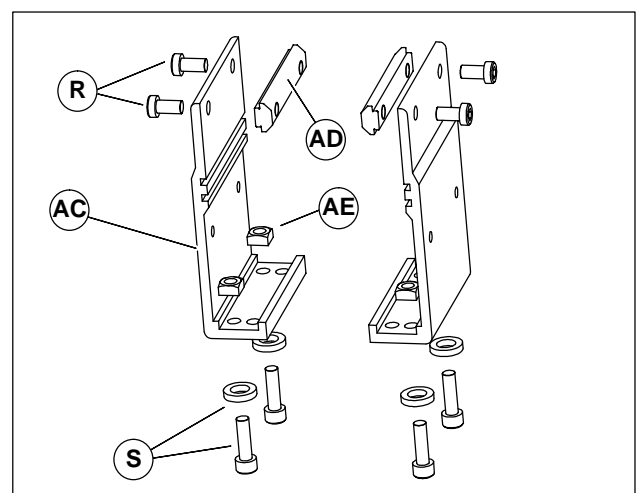
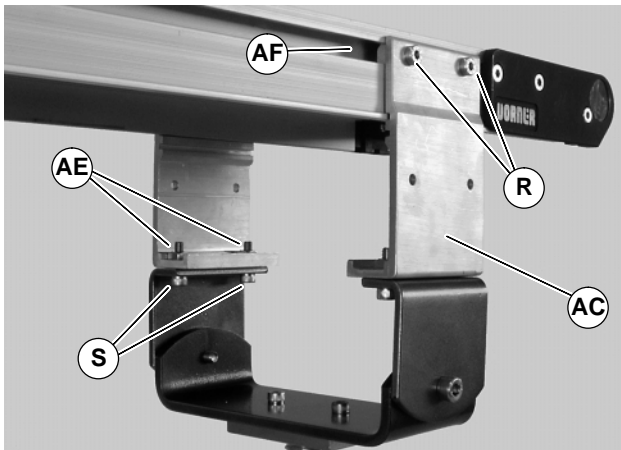

Figure 19
Figure 20
- Bauteile zusammentragen (Abbildung 19).
- Schrauben (R u. S siehe Abbildung 19), Muttern (AE) und Nutensteine (AD) von den Trägern (AC) entfernen.
- Nutensteine (AD siehe Abbildung 19) in die Seitenschlitze (AF siehe Abbildung 20) am Förderband einsetzen. Installationsträger (AC) mit Montageschrauben (R) am Förderband befestigen.
- Träger an den Stand mit Montageschrauben, Unterlegscheiben (S siehe Abbildung 20) und Muttern (AE) befestigen.
- Die Schrauben (R u. S siehe Abbildung 20) mit 9 Nm festziehen.
- Träger an den Stand mit Montageschrauben (AO siehe Abbildung 20), Unterlegscheiben und Muttern (AR) befestigen.
- Die Schrauben (AN und AO siehe Abbildung 20) mit 9 Nm festziehen.